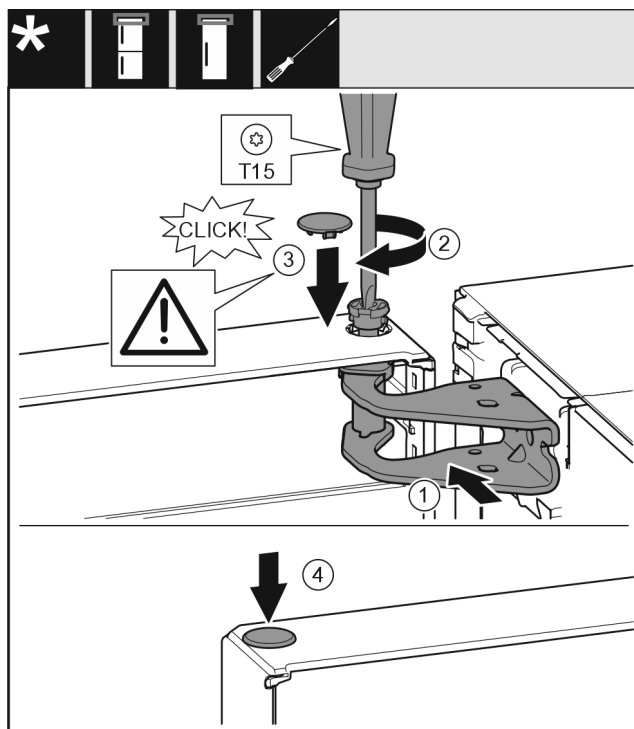

Fig. 21
- ▶ Niveloni derën lart në bazamentin mbështetës për hapjen e saj. Fig. 21 (1)
- ▶ Futni bulonat dhe mbërthejini me një kaçavidë T15. Fig. 21 (2)
- ▶ Montoni kapakun mbulues të siguresës për sigurimin e derës: Futni kapakun mbulues të siguresës dhe kontrolloni nëse ai puthitet mbi derë. Nëse jo, futeni bulonin plotësisht. Fig. 21 (3)
- ▶ Vendosni tapat në vend. Fig. 21 (4)